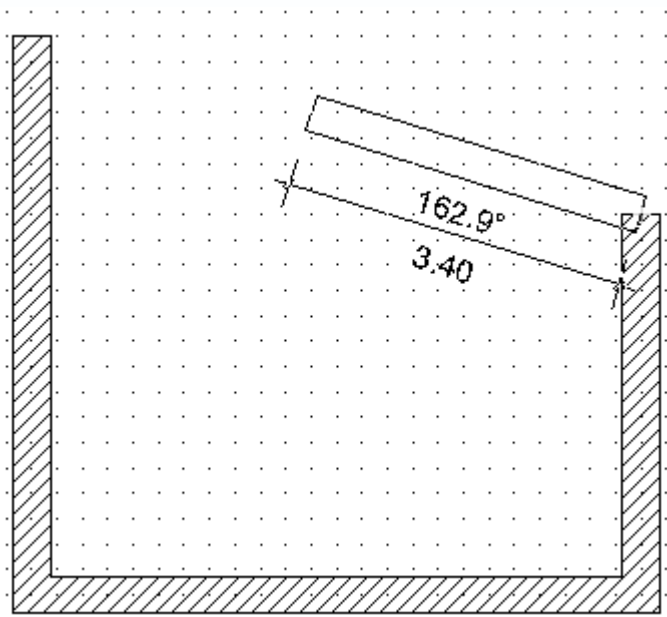

Рис. 1.14. Непрерывный ввод стен в ArCon
– в этом режиме вы можете последовательно создавать неограниченное число соединенных между собой стен, с помощью кнопки мыши указывая их начальные и конечные точки (рис. 1.14). Окончание каждой предыдущей стены считается началом следующей. Для прекращения ввода нужно нажать клавишу Esc.